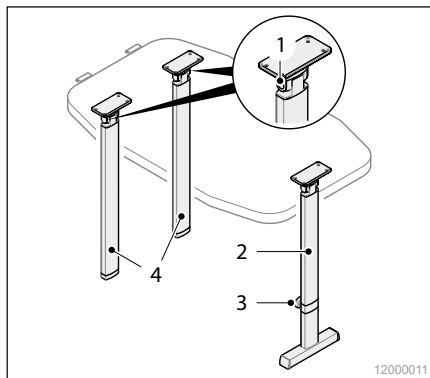

Abb. 38 Tisch aufstellen
1. Klappen Sie den T-Standfuß (Abb. 38/2) auf der einen Seite und die beiden anderen Beine (Abb. 38/4) auf der anderen Seite aus. Die Beine sind mit Arretierknöpfen (Abb. 38/1) gesichert.
2. Lösen Sie die Rändelschraube (Abb. 38/3) und stellen Sie die Höhe des Tisches ein, so dass der Tisch gerade und sicher steht.